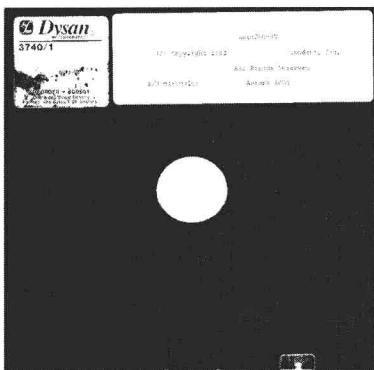
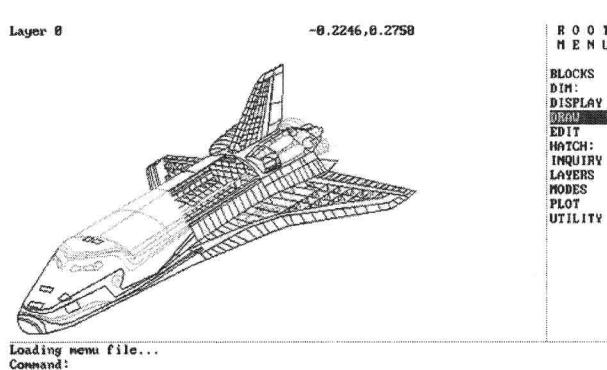

图 0-1 AutoCAD-1.0 版本
图 0-2 用 AutoCAD 2.18 版本绘制的航天飞机模型
AutoCAD 是目前应用最广泛的计算机辅助设计和绘图软件之一。1982 年, AutoCAD 之父 John Walker 和 Dan Drake 及 Greg Lutz 编写了 AutoCAD-1.0 版本, 图 0-1 就是刻在 5.25 寸^①软盘上最早的 CAD 版本。1983 年, Autodesk 公司又分别推出了 1.2 版本、1.3 版本和 1.4 版本。从 2.0 版本开始, AutoCAD 的绘图能力有了质的飞跃, 同时改善了其兼容性。图 0-2 是 AutoCAD 2.18 版本绘制的航天飞机模型。如果能找到这个版本的 DWG 文件, 它仍然可以在最新版的 AutoCAD 2012 中打开。从 1987 年到 1997 年, AutoCAD 改用了 Rx 的编号形式。1999 年, AutoCAD 2000 发布了, 在接下来的几年间, 一直到 2008 版, AutoCAD 为不断改进其性能、改善与其他软件的交互性方面做着不懈的努力。AutoCAD 2009 首次采用了与微软 Office 2007 类似的 Ribbon 界面, AutoCAD 2010、AutoCAD 2011 和 AutoCAD 2012 则在 3D 建模上达到了新高度, 引入了多种新特性。